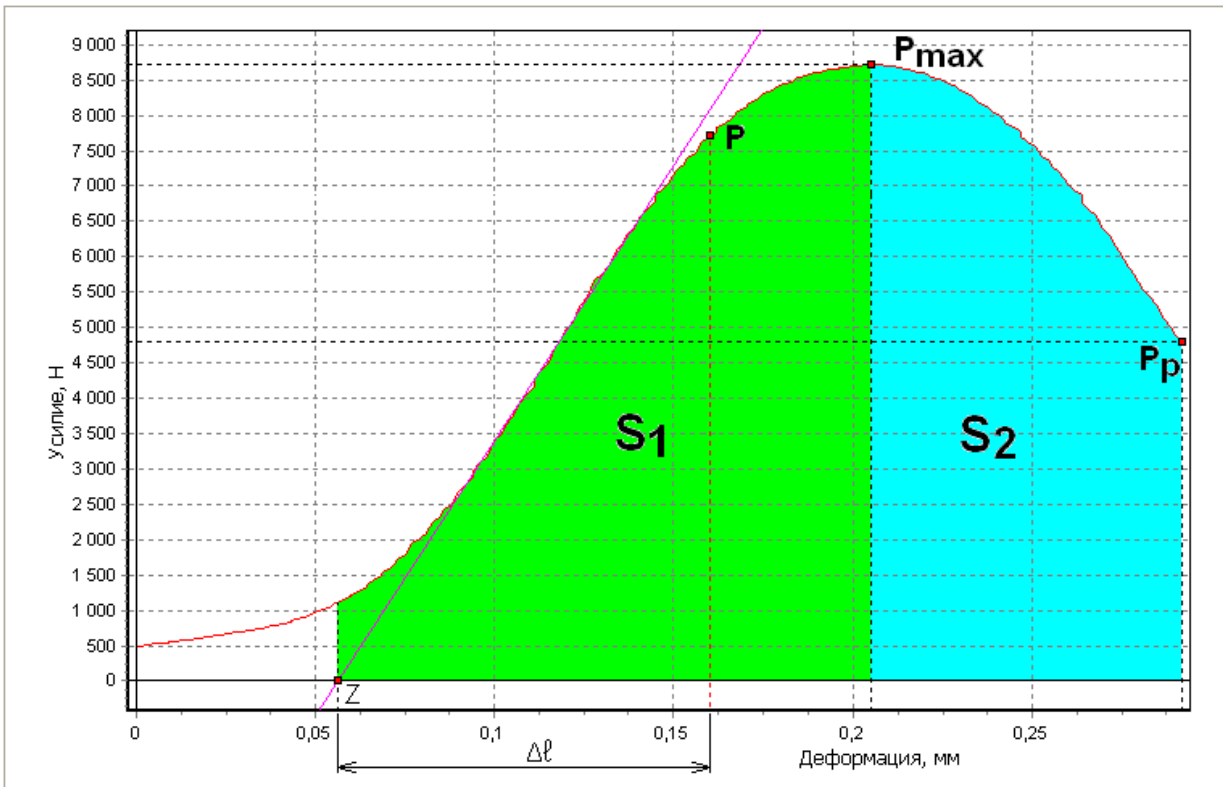

Рис. 20. Определение удлинения по полной деформации от точки  $Z$
- По полной деформации от точки  $Z$  (рис. 20);